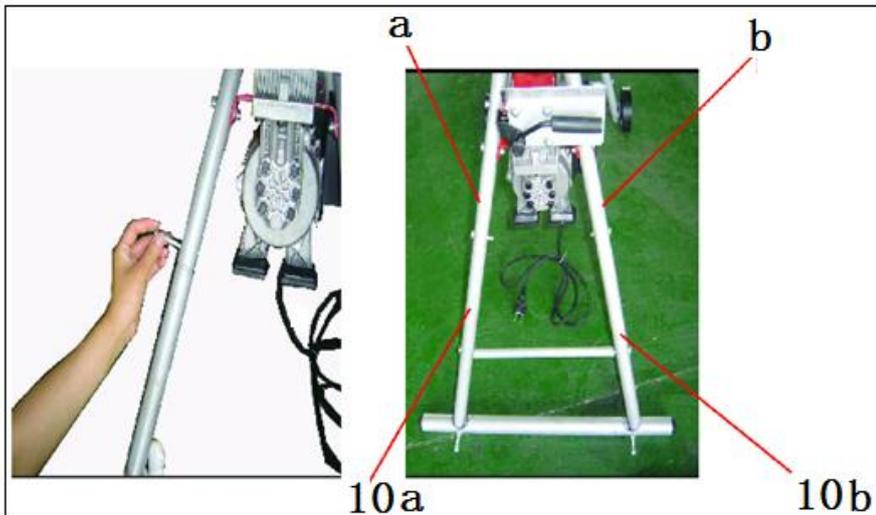

fig.2
- a) Connecter le support avant (10a) au tube de connexion (a) et le support avant (10b) au tube de connexion (b) avec des boulons et des écrous (Fig. 2).